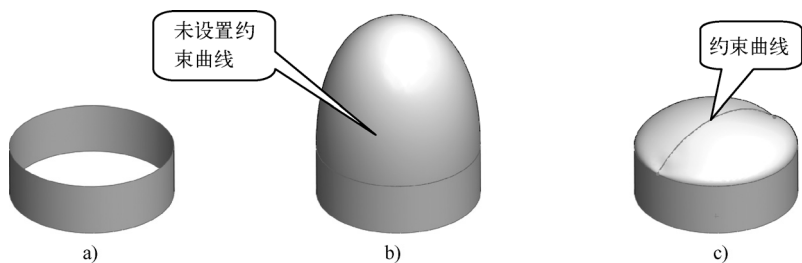

图 5-42 约束曲线的作用
- “约束曲线”卷展栏：用于给修补曲面添加约束线控制，可以使用草绘点或样条曲线作为约束曲线控制填充曲面的形状，如图 5-42 所示。